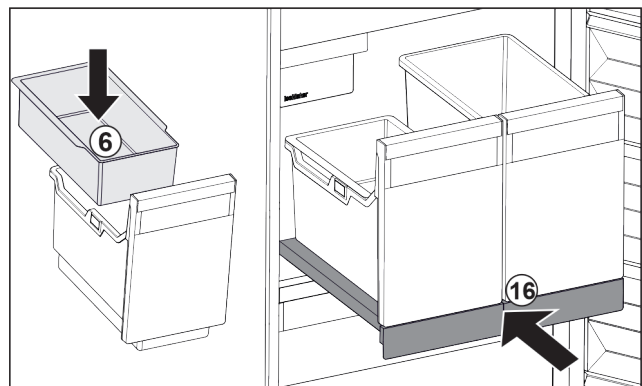

Fig. 25
- Inhangschaal Fig. 25 (6) voor ijsblokjes aanbrenge.
- Uitschuifplateau met bak (IceTower) er inschuiven. Fig. 25 (16)